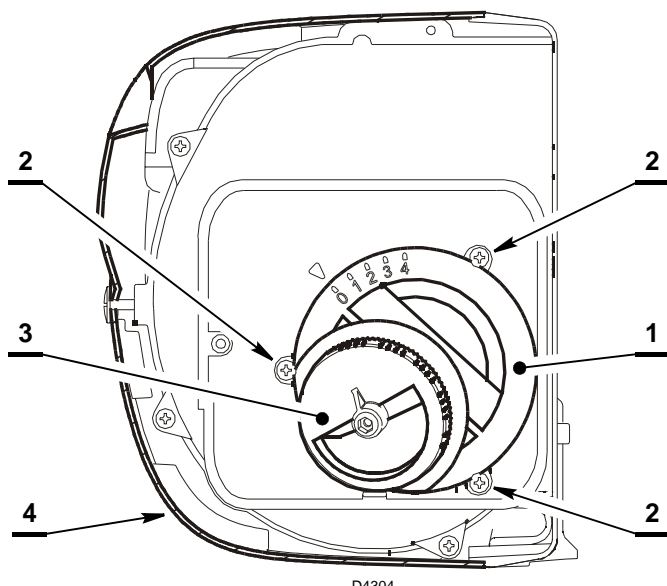

Fig. 17
Il est nécessaire de régler l'air en tournant l'adducteur 1) (Fig. 17) et la poignée 3) en fonction de la puissance du brûleur.
- Enlever le capot du brûleur 1) (Fig. 17), desserrer les quatre vis 2) ;
- Il suffit de tourner la poignée 3) (Fig. 17). La rotation dans le sens des aiguilles d'une montre pour limiter la section du passage de l'air et faire augmenter la valeur de CO₂. Si on la tourne dans l'autre sens, l'effet contraire se produit.
Il ne faut en aucun cas boucher l'entrée de l'air dans la zone de la poignée 3) (Fig. 17), ni dans la zone de la grille d'aspiration 10) (Fig. 3), à l'exception du capot.
Il est interdit d'introduire les doigts ou un outil quelconque dans l'ouverture d'aspiration de la poignée 3) (Fig. 17).